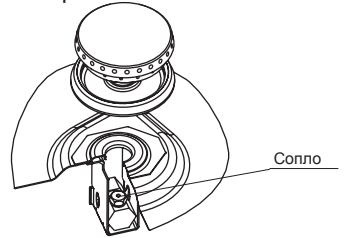

рис. 11
16.1.2. Замена сопел на плите NGM441 03 (рис.11)